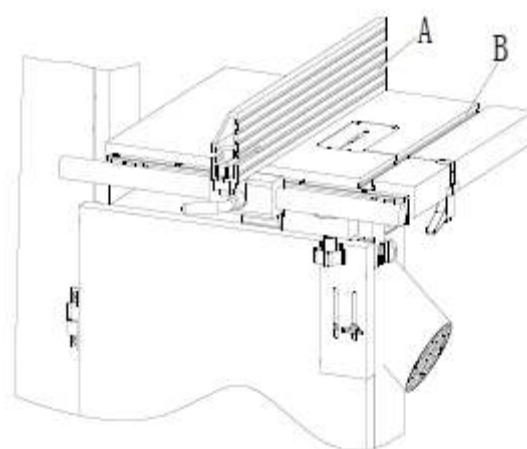

Рис. 14
1. Сначала необходимо установить узел параллельного упора (A) к боковой стороне Т-образного паза (B).
2. Отрегулировать узел параллельного упора параллельно Т-образному пазу, как показано на рис. 14.